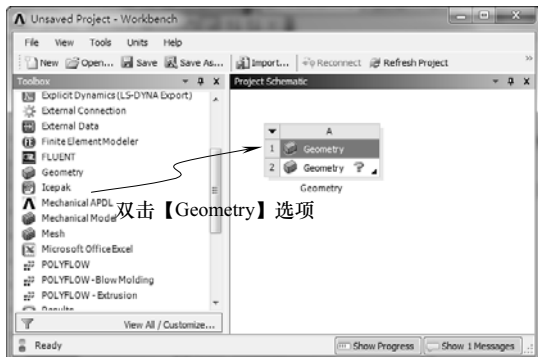

图 10-38 创建分析项目 A
3) 双击【Toolbox (工具箱)】中【Component Systems】下的【Geometry】选项,即可在【Project Schematic (项目管理区)】创建分析项目 A,如图 10-38 所示。